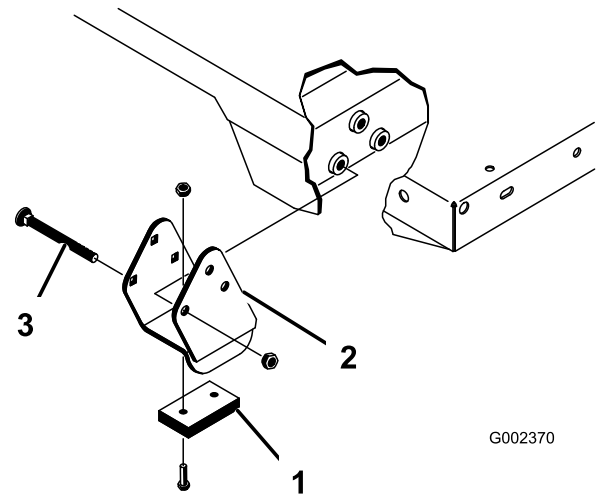

Figura 32
Nota: Assicuratevi che le staffe distanziali e i blocchi di usura (Figura 32) siano installati con le teste dei bulloni a testa tonda posizionate verso l'interno della macchina.
2. Collocate con delicatezza il pianale sul telaio del veicolo, allineando i fori delle piastre orientabili sulla parte posteriore del pianale ai fori sul profilato posteriore del telaio, e installate 2 perni con testa e 2 acciarini (Figura 32).
3. Con il pianale abbassato, fissate ogni estremità dell'asta del cilindro negli intagli presenti sulle piastre di montaggio del pianale, per mezzo di un perno con testa e un acciarino. Inserite il perno con testa dall'esterno del pianale, con l'acciarino posto sull'esterno (Figura 32). Gli intagli posteriori sono da utilizzare per l'installazione di un pianale integrale, mentre gli intagli anteriori per un pianale a 2/3.